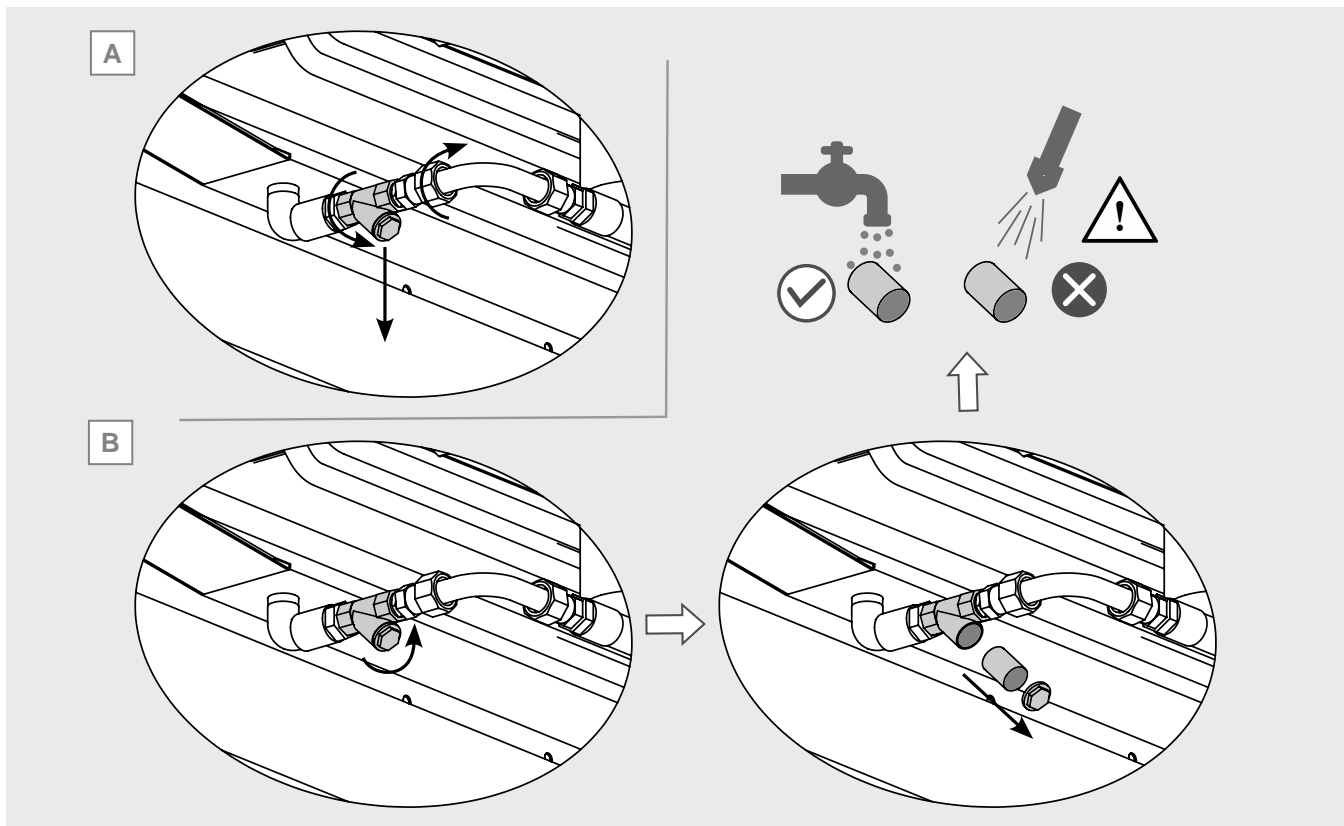

Figura 33
- 12.18.6 Si es necesario sustituir todo el filtro, desenrosque las conexiones de los extremos, véase la Figura 33 A: primero el acoplamiento rápido y después la tuerca. Retire el filtro y sustitúyalo por uno nuevo con las mismas dimensiones y características: preste atención a la presión nominal que figura en la carcasa. En caso necesario, póngase en contacto con Modine.
- 12.18.7 Para limpiar el filtro, desenrosque la tapa de cierre situada en la parte inferior del cuerpo, retírela y extraiga la cestilla interior. Tenga cuidado de no dañar la cestilla. Ver la Figura 33 B.